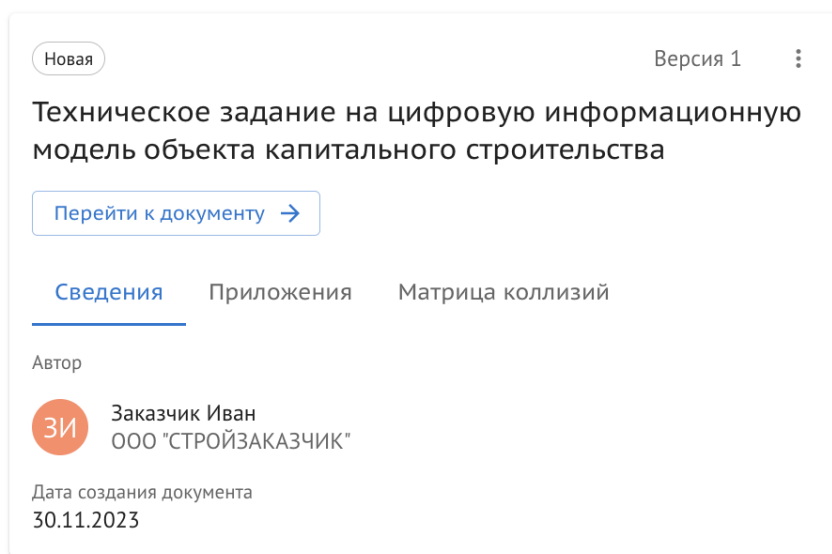

Рисунок 26. Карточка ТЗ. Сведения.
- Вкладка “Сведения”, где указан “Автор” и “Дата создания документа”(Рисунок 26)